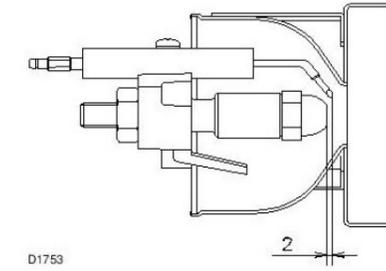

Fig. 13
- Contrôler que les électrodes soient positionnées comme sur la Fig. 13.